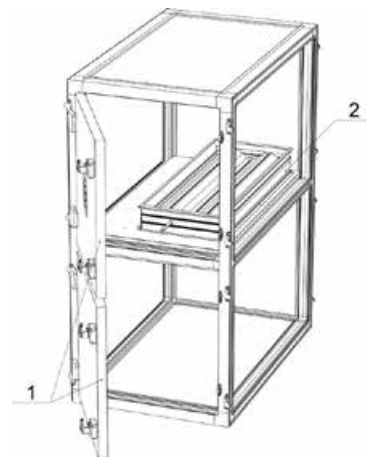

Abbildung 4.7.4
4. Zweistufiges Mischteil mit nur einer Mittelklappe innen (übereinander (*Abbildung 4.7.4*) oder nebeneinander).